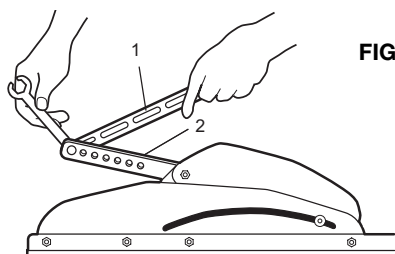

FIG. 5
- Staccare il braccio di collegamento dal braccio della porta, come illustrato nella Fig. 5, rimuovendo il bullone di fissaggio.